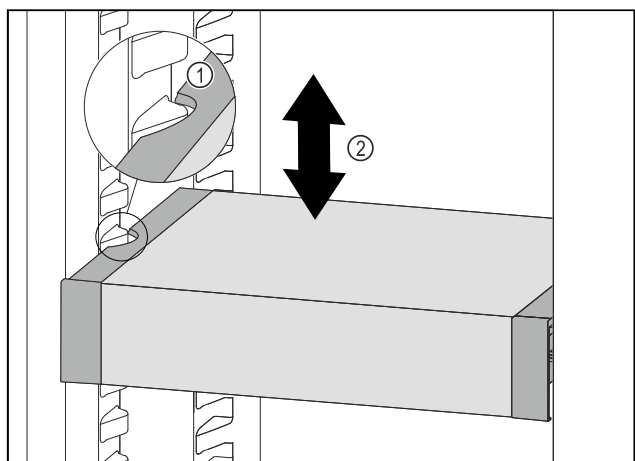

Fig. 96
- ▶ VarioSafe ťahajte dopredu, dokým sa bočné vybrania VarioSafe nebudú nachádzať vo výške rebra nádoby v chladničke. Fig. 96 (1)
- ▶ VarioSafe v chladničke presúvajte nahor alebo nadol, dokým sa dosiahne požadovaná výška. Fig. 96 (2)